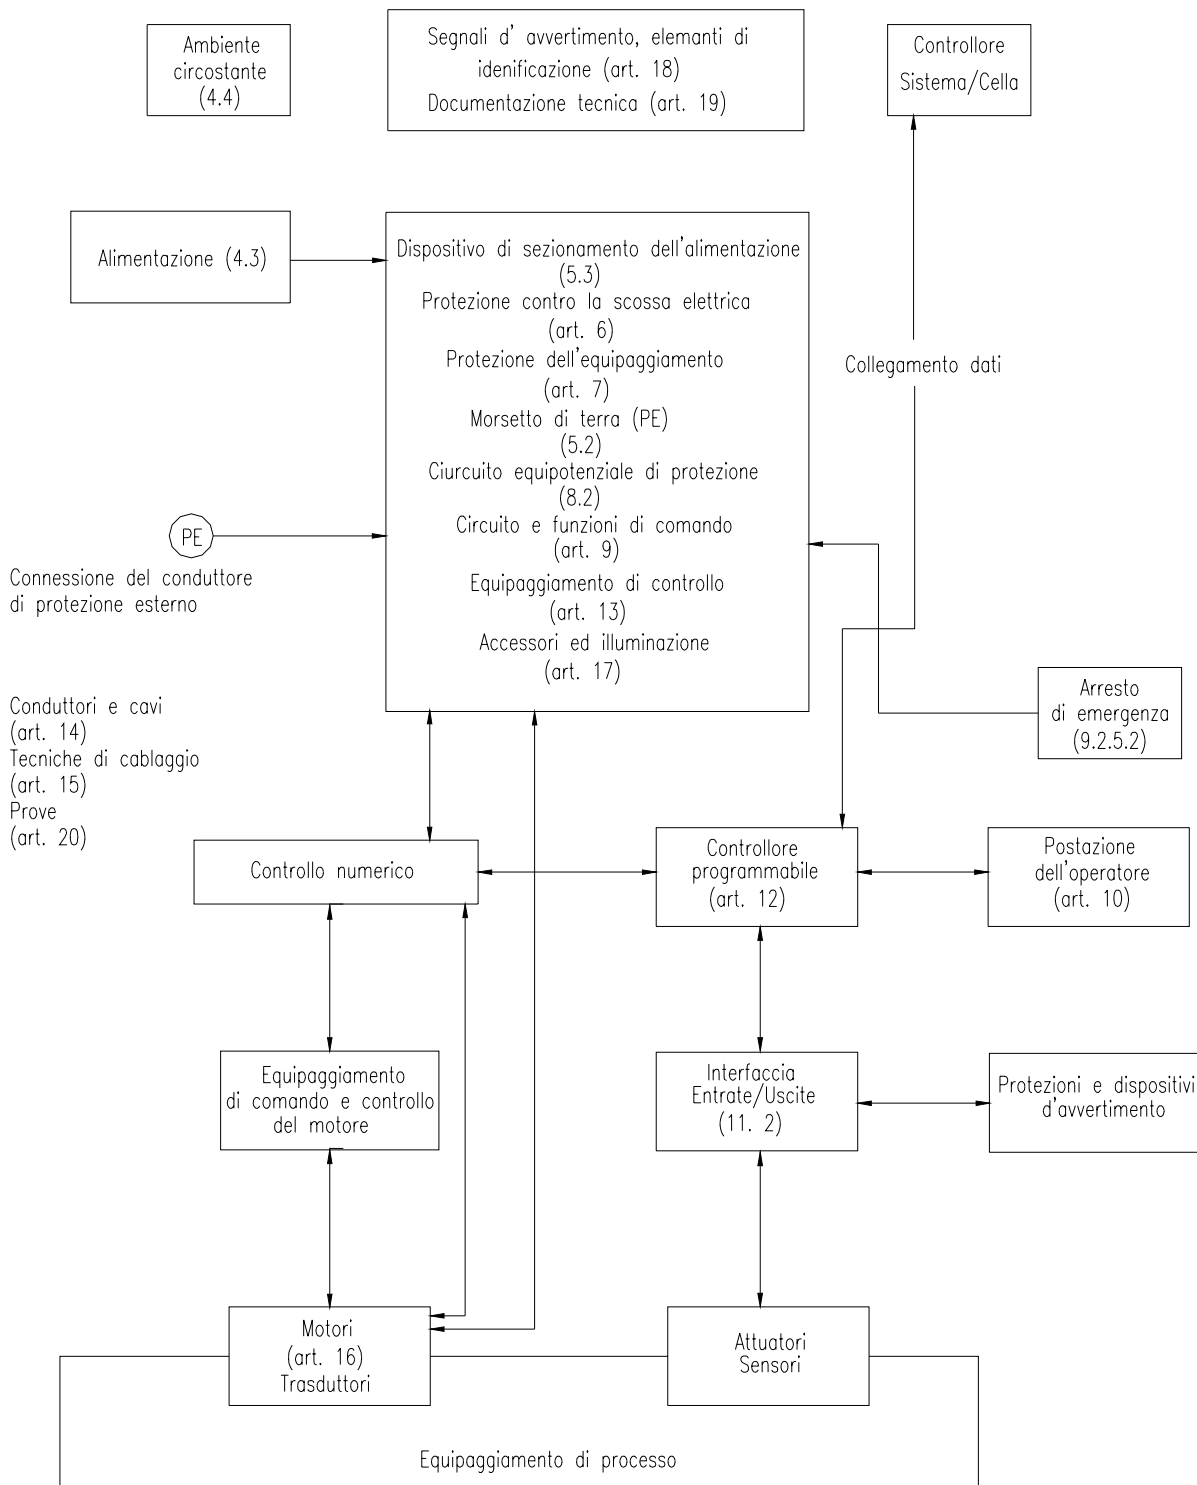

FIG. 1 RAPPRESENTAZIONE SCHEMATICA D'UNA MACCHINA TIPICA E DEL SUO EQUIPAGGIAMENTO ASSOCIATO
- **La FIG. 1 riporta il legame fra gli elementi tipici di una macchina e gli articoli di riferimento alla norma.**